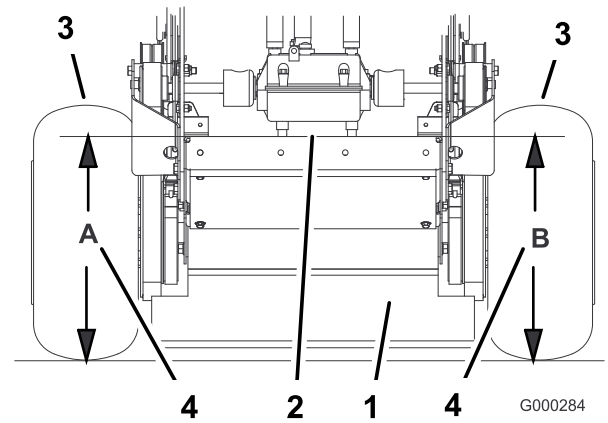

Figure 61
- Mesurez la hauteur du plancher moteur au point **A** (Figure 61).
- Mesurez la hauteur du plancher moteur au point **B** (Figure 61).